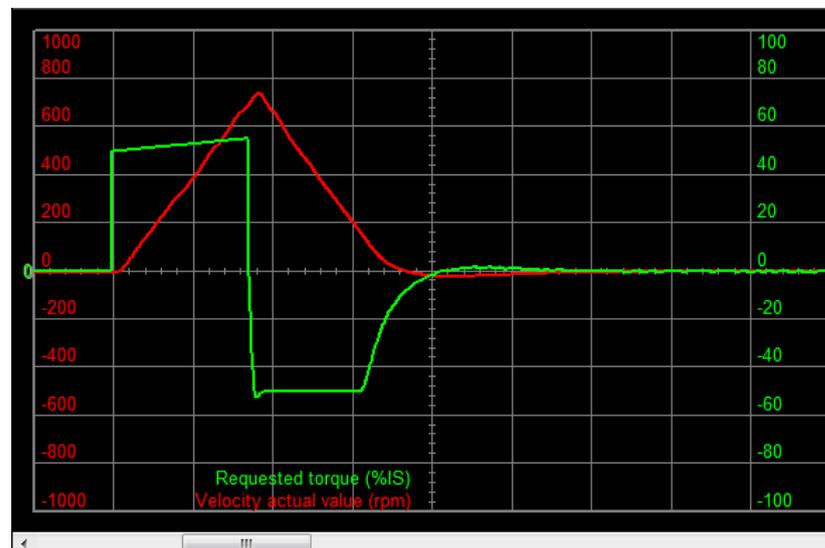

Figura 19.8. Esempio di una stima corretta del momento di inerzia.
- Se la fermata presenta un andamento simile a quello riportato in *Figura 19.8*, cioè senza oscillazioni, senza rumore e con una sovraelongazione contenuta e subito smorzata, allora la taratura del loop di velocità può dirsi conclusa senza particolari complessità da considerare.